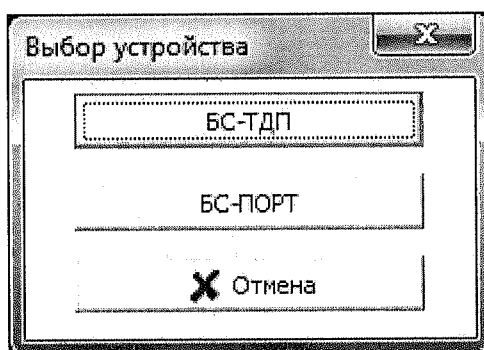

Рисунок 1.60
– выбрать пункт главного меню «Доп. устройства». Если к стенду из дополнительных устройств подключен только БС-ПОРТ, то сразу загружается форма «Проверка БС-ПОРТ» (рисунок 1.61), в ином случае появляется меню выбора устройства (рисунок 1.60), в котором необходимо выбрать «БС-ПОРТ».